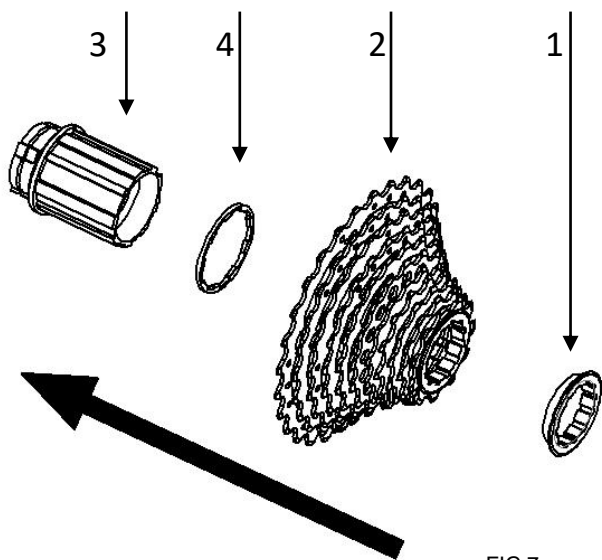

FIG 7
Caso venha optar por utilizar um CASSETE 8/9/10 velocidades, inserir o espaçador (FIG 7 item 4) ante o CASSETE ao FREE HUB. Por fim fixar o cassete no free hub utilizando a porca (item 1) presente no kit do cassete.